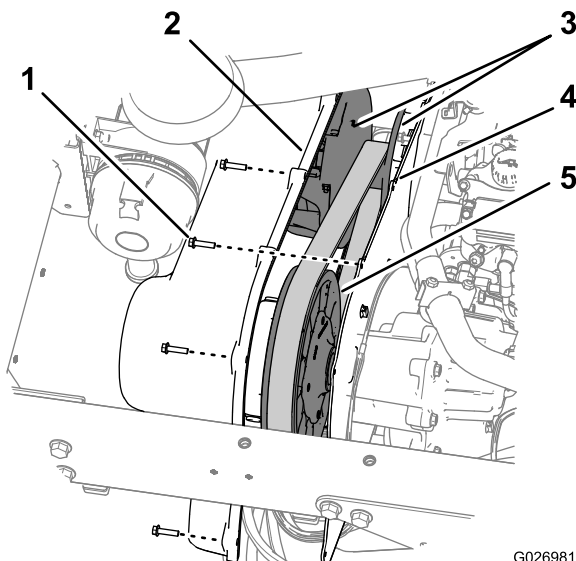

Figura 74
- Retire los 9 pernos de cabeza hexagonal con arandela prensada ($\frac{1}{4}$ " x 1") que sujetan la cubierta de la transmisión a la placa de montaje de la transmisión (Figura 74).
- Alinee los taladros de la cubierta de la transmisión con los taladros de la placa de montaje (Figura 74).
- Sujete la cubierta a la placa de montaje (Figura 74) con los 9 pernos de cabeza hexagonal ($\frac{1}{4}$ " x 1") que retiró en el paso 1, y apriete los pernos a 10,2–12,4 N·m.